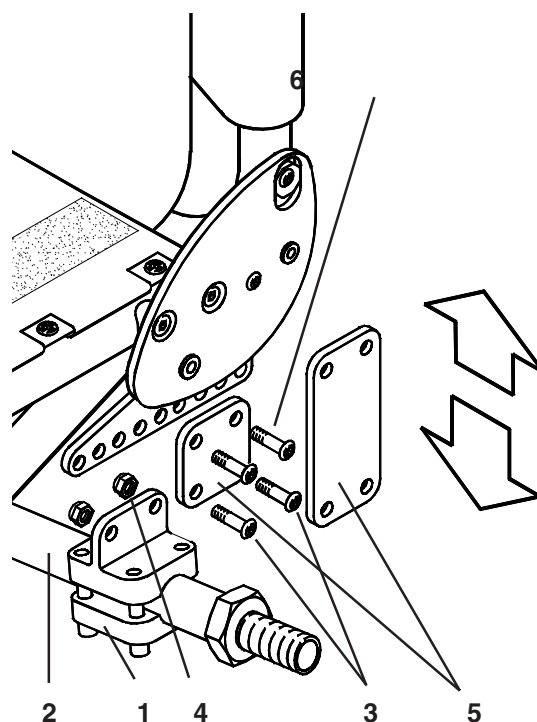

Fig. 33
La hauteur du siège (Fig. 33) est ajustée en retirant le dispositif de serrage de l'axe (1) et la barre de carrossage (2).